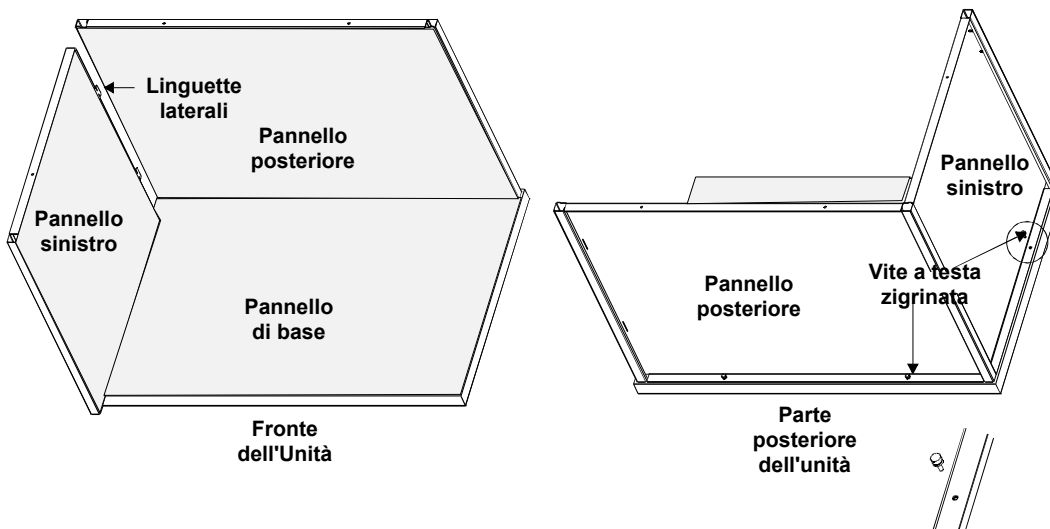

Figura 3. Pannello sinistro fissato ai pannelli posteriore e di base
5. Sostenendo il pannello posteriore, inserire le linguette laterali del pannello sinistro (3) nel pannello posteriore (2). Fissare il pannello sinistro al pannello di base serrando la vite a testa zigrinata come illustrato nella Figura 3.